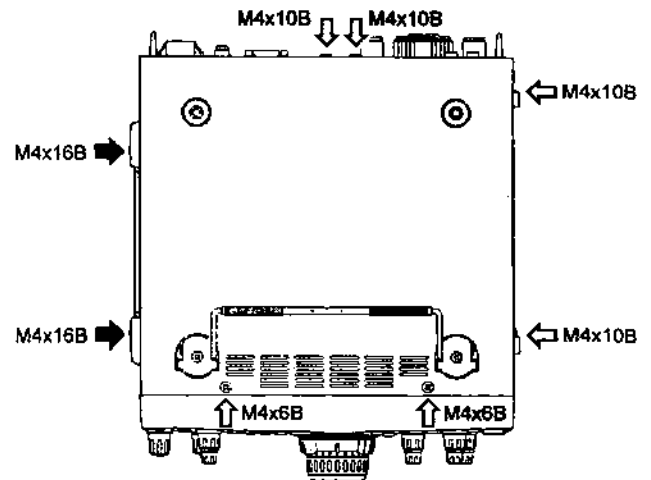

Abbildung 3
- ① Entfernen Sie den Tragegriff und die sechs Schrauben, mit denen das Gehäuse festgeschraubt ist (siehe Abbildung 3).